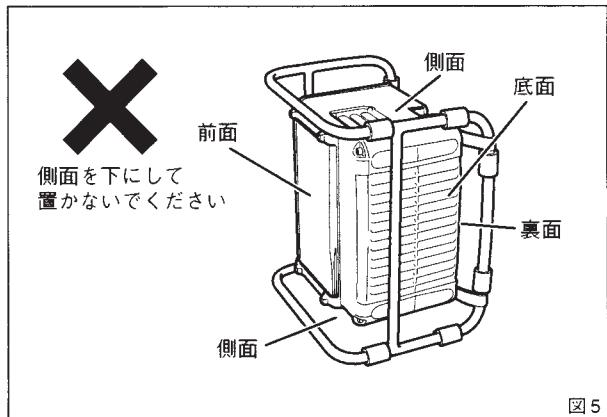

図5
- ・コントローラの側面を下にして置かないでください。コントローラの過熱や泥水などが侵入しやすくなり、故障や事故などの原因となります。(図5)